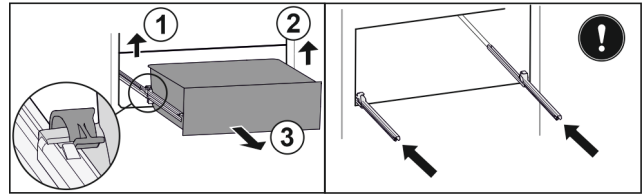

Fig. 131
- ▶ Приподнимите левый зажим и одновременно вытяните движением вперед выдвижной ящик слева. Fig. 131 (1)
- ▶ Приподнимите правый зажим и одновременно вытяните движением вперед выдвижной ящик справа. Fig. 131 (2)
- ▶ Извлеките выдвижной ящик движением вперед. Fig. 131 (3)